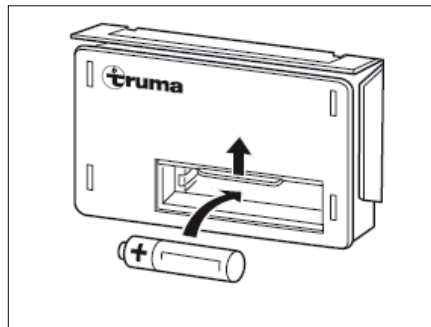

Fig. 102 Changement de pile
- Faire glisser vers le haut le recouvrement du compartiment à piles de l'allumage automatique (Fig. 102).
- Placer une pile neuve du même type dans le compartiment à piles de l'allumage automatique en respectant la polarité (+/-) (Fig. 102). Utiliser uniquement des piles Mignon à résistance thermique élevée (+70 °C) et ne coulant pas.